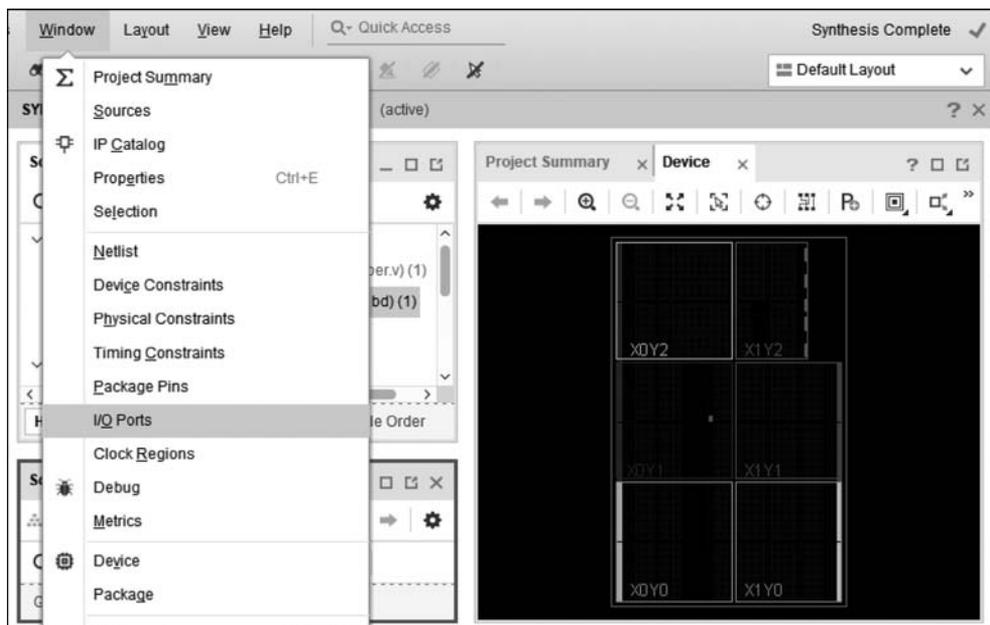

图 3.69 使能 I/O Ports 标签页
(2) 如图 3.69 所示,选择菜单 Window 中的 I/O Ports 命令,使 I/O Ports 标签页出现在主窗口下方。
(3) 在 I/O Ports 标签页中对输入输出端口添加引脚约束,首先在 Package Pin 栏中